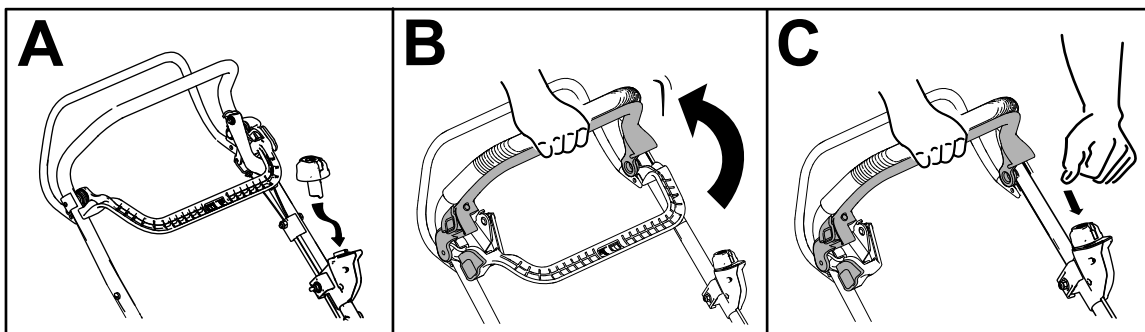

Figura 14
2. Introduceți butonul de pornire electrică în comutatorul demarorului (A din Figura 14).
3. Strângeți bara de comandă pentru lamă și inei-o strânsă spre mâner (B din Figura 14).
4. Apăsăți butonul de pornire electrică și menineți-l apăsăat până când pornete motorul (C din Figura 14).